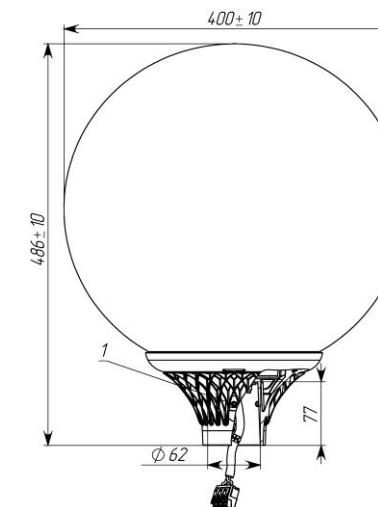
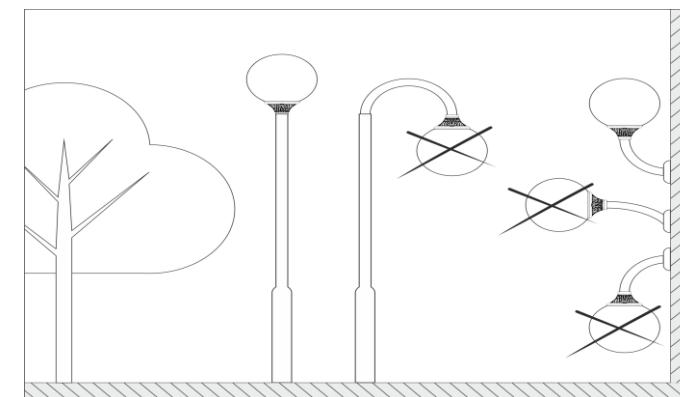

Рисунок 2
Рисунок 3
2.1 Светильники торшерные серии GALAD Шар LED-40 (Рисунок 2) предназначены для функционально-декоративного освещения парков, скверов, бульваров, зон отдыха, территорий микрорайонов, коттеджных поселков.
5.1 Светильник устанавливают на трубу диаметром 50...60 мм **рассеивателем вверх** (Рисунок 3) «Разрешенные пространственные положения установки светильника Шар LED» и закрепляют тремя болтами M6 (поз.1 Рисунок 2) с усилием затяжки 3,5 – 4 Н·м.